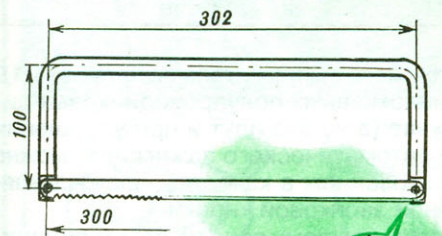

Рис.2. Ножовка с металлическим станком-рамкой.
8...10 мм. В зависимости от материала гнуть пруток для придания необходимой формы (рис.2) в мощных тисках с помощью большого молотка. Но можно накаливать докрасна и согнуть в горячем состоянии. На концах прутка напильником выточить посадочные площадки для ножовочного полотна, затем на расстоянии 10 мм от концов просверлить отвер-